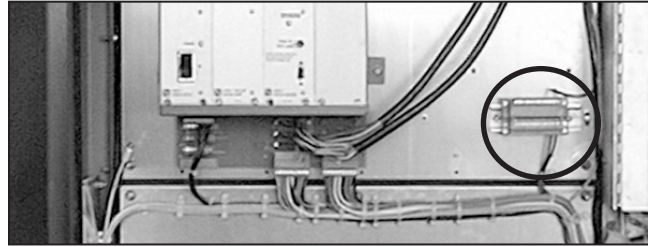

Figura 121. Conecte los cables de la conexión a tierra al bloque de terminal.
- (f) Hasta tres pares de cables de tierra, VS-G1 y VS-G2, están incluidos. Vea el diagrama de cableado para los detalles. Conecte los cables de tierra al bloque de terminal especificado en los planos proporcionados y apriete los tornillos de fijación por completo. Vea la Figura 121.